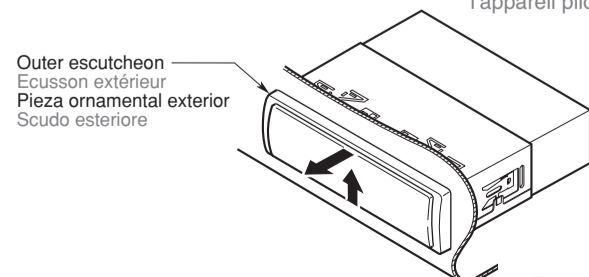

Figure 8 / Figure 8 / Figura 8 / Figura 8
2. Press the outer escutcheon upward and remove it (Figure 8).
2. Presser l'écusson extérieur vers le haut et le retirer (Figure 8).